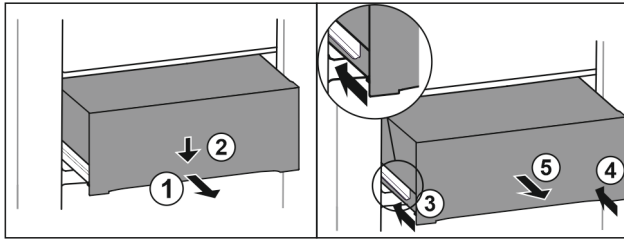

Fig. 212
- ▶ 将抽屉拉出一半。 Fig. 212 (1)
- ▶ 朝下按压正面的抽屉。 Fig. 212 (2)
- ▶ 将左侧轨道推入大约 2 cm。 Fig. 212 (3)
- ▶ 将右侧轨道推入大约 2 cm。 Fig. 212 (4)
- ▶ 朝前取出抽屉。 Fig. 212 (5)